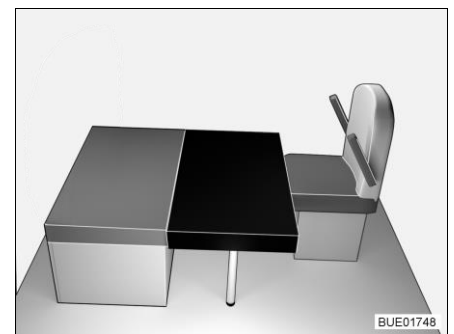

Bild 151 Efter ombyggnaden
- Lägg den rektangulära extra dynan på borden (framför sittbänkens sittyg, se Bild 151). Urklippet i den extra dynan ligger då vid den främre stödväggen.